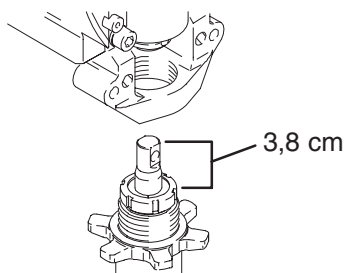

Fig. 14
1. Fig. 14. Træk stempelstangen 3,8 cm ud. Skru pumpen ind, indtil hullerne i lejekrydset er sammen og stempelstangen på linie.